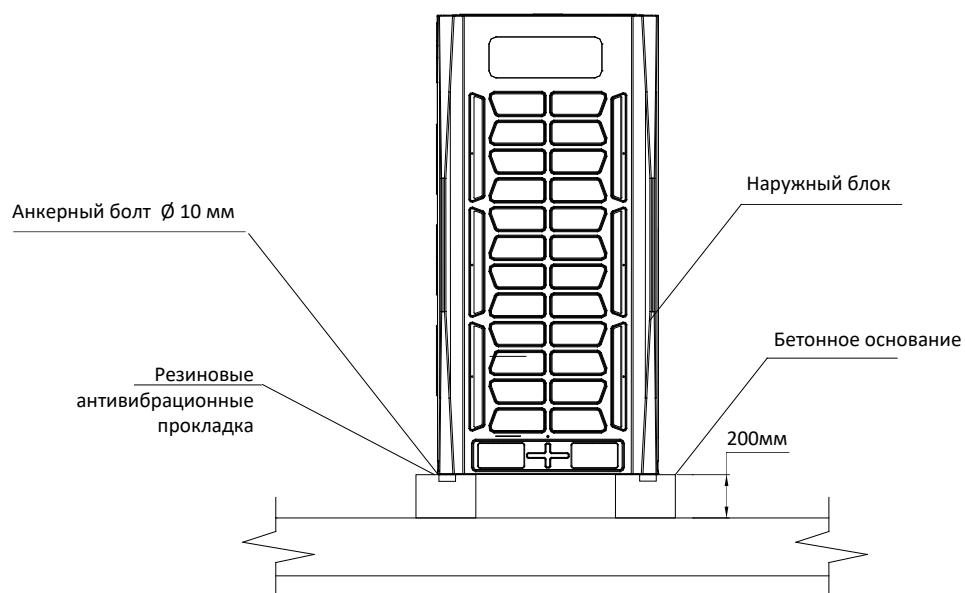

Рис.2.2
- ✧ Наружный блок должен быть установлен на бетонном фундаменте или основании, изготовленном из стального швеллера (рис.2.2).